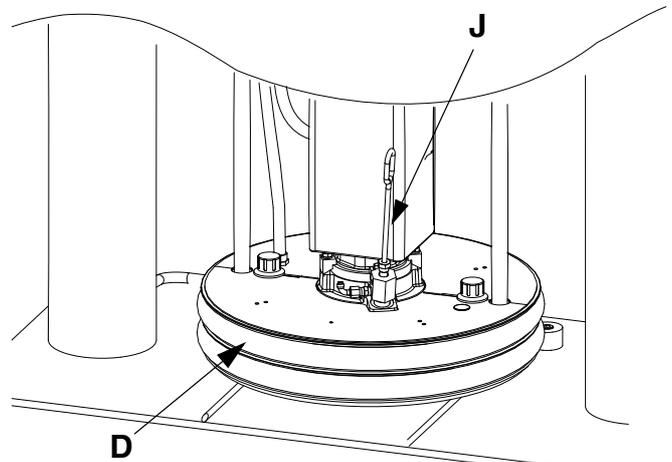

FIG. 17 : Cylindre chauffé
3. Lubrifiez les joints du cylindre (D) avec de la graisse ou tout autre lubrifiant compatible avec le fluide que vous vous apprêtez à pomper.
5. Mettez un tambour plein de fluide sur l'embase de l'élévateur, faites-le glisser contre les butées de tambour et centrez-le sous le cylindre (D). Un kit de rouleau de tambour optionnel est disponible pour faciliter le chargement du tambour sur l'embase. Commandez le kit 255627.
6. Retirez la tige de purge de l'orifice de purge du cylindre (J). Consultez la FIG. 17.